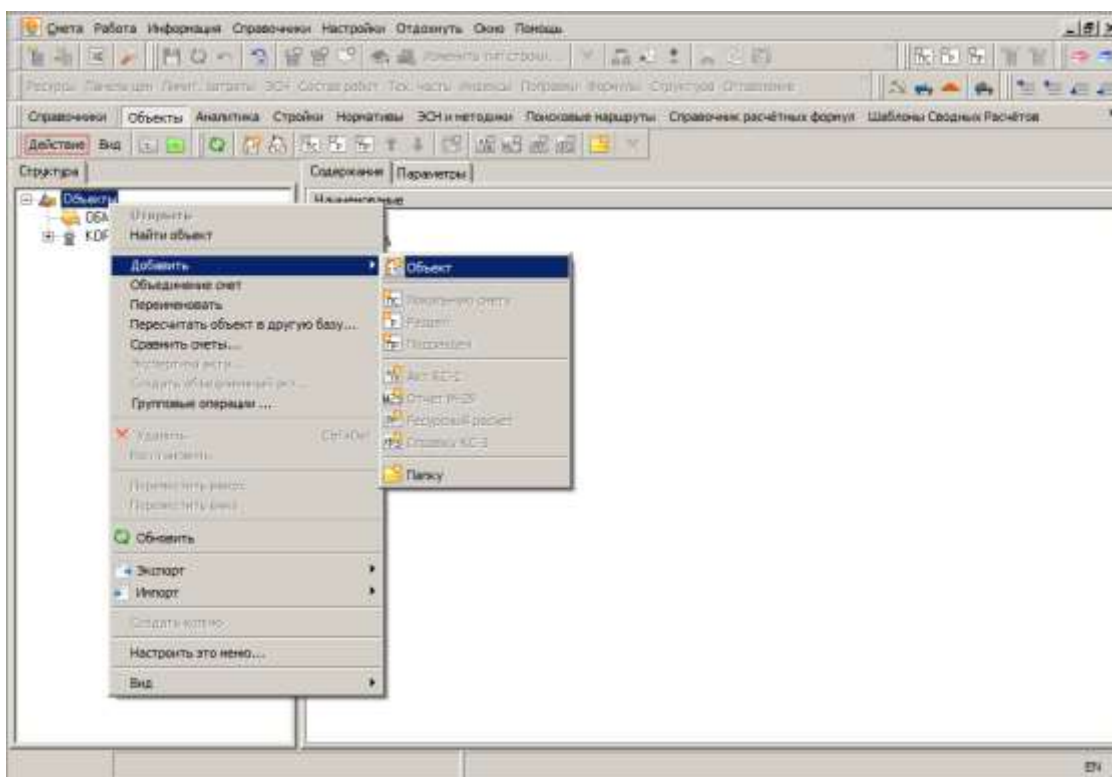

Рис. 2. Создание объекта с помощью контекстного меню
- щелкните правой кнопкой мыши по справочнику Объекты в Менеджере и в контекстном меню выберите пункт **Добавить -> Объект** (см. рис. 2);
- нажмите на кнопку **Действие** и выберите пункт **Добавить -> Объект** (см. рис. 2).